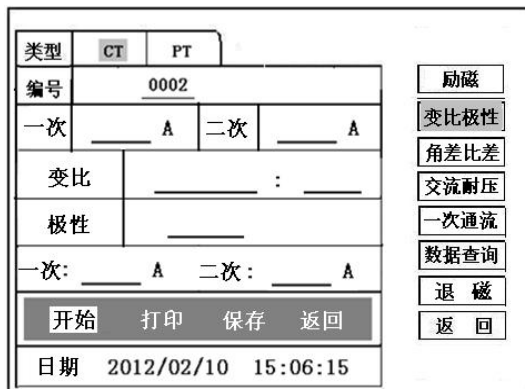
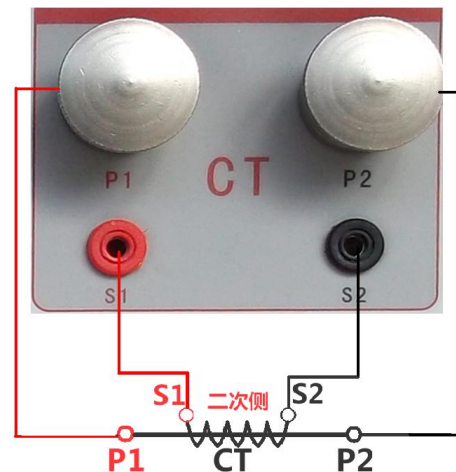

图 12, CT 变比极性测试界面
图 13 , CT 变比极性接线图
1) 参数设置：测试界面见图 12。
按照图 13 进行接线，CT 一次侧接 P1、P2，CT 二次侧接 S1、S2。进入 CT “变比极性”测试界面，如图 12。设置完成后，合上“功率开关”，移动光标至“开始”选项，按下控制器，试验即开始。
接线图见图 13, CT 一次侧接 P1、P2, CT 二次侧接 S1、S2。设置参数并检查接线无误后, 合上功率开关, 选择“开始”选项, 按下控制器, 试验即开始。